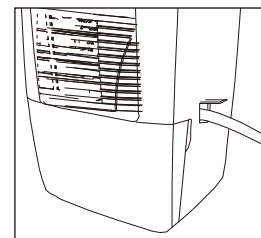

Fig.10c
- Coloque la cubeta de nuevo en la unidad y asegúrese de que está situado correctamente. (Fig. 10c)